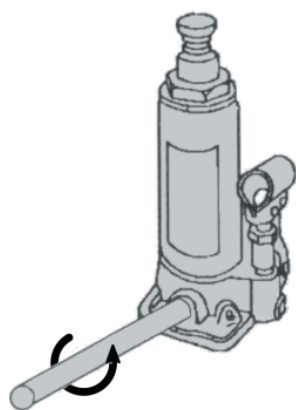

Figura 2: Apertura della valvola di spurgo
- Aprire la valvola di spurgo inserendo l'estremità della leva di pompaggio con le rientranze sul pomello della valvola di spurgo e ruotare lentamente in senso antiorario (al massimo una sola rotazione) (figura 2).
- Aprire la valvola di spurgo inserendo l'estremità sottile della leva di pompaggio sul quadro della valvola di spurgo e ruotare lentamente in senso antiorario (al massimo una sola rotazione) (figura 2).